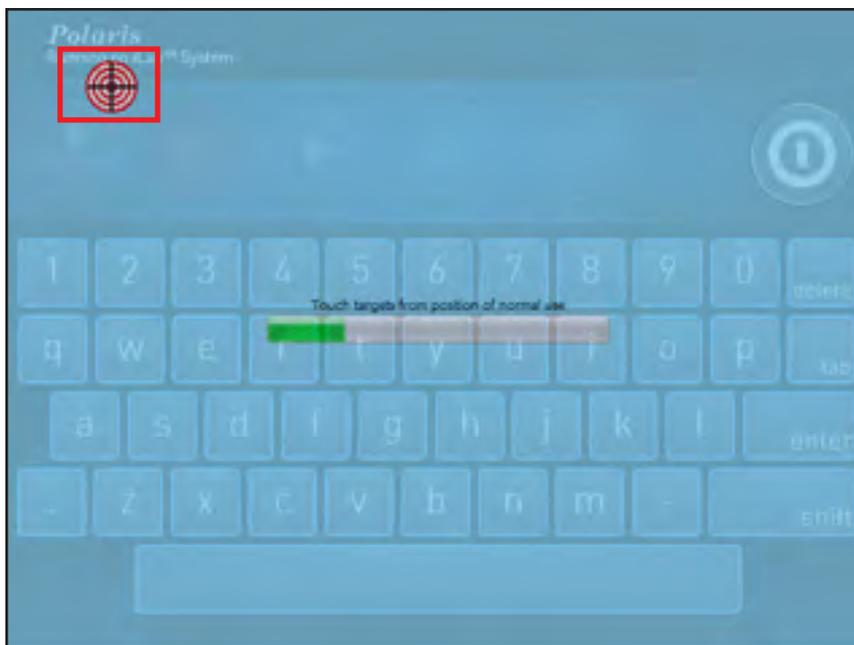

Figure 3-1 Écran tactile avec cible de calibration
2. Lorsque l'écran Calibration Targets (Cibles de calibration) s'affiche sur l'écran tactile, appuyer sur les cibles avec le doigt. Voir la figure 3-1.